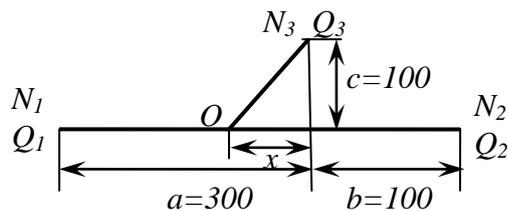

Рис. 8.2. Схема для расчета месторасположения растворного узла
3.26. Найти наиболее выгодное место расположения на строительной площадке центрального растворного узла, если потребность в растворе составляет, м³: для объекта №1 – $Q_1 = 500$, №2 – $Q_2 = 300$, №3 – $Q_3 = 400$. Расположение объектов приведено на рис. 8.2.